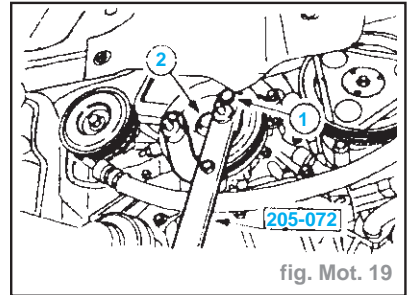

fig. Mot. 19
- Déposer l'ensemble poulie/amortisseur de vibrations de vilebrequin : (fig. Mot. 19)
- poser l'outil spécial avec deux vis M10 x 45 et des écrous (1),
- déposer la vis (2) (immobiliser avec l'outil spécial).